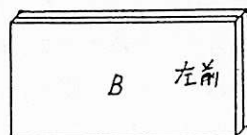

図2
①横板をA・Bに切断し図2の様に2枚合わせて万力に固定し、同じ大きさになるまで金属やすりで加工します。